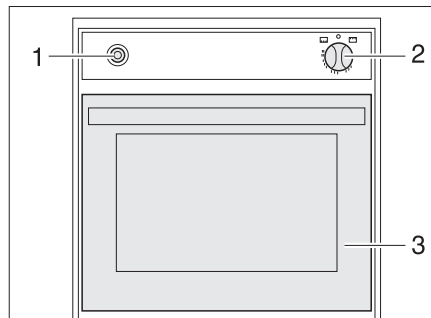

Fig. 216 Horno de gas (Spinflo)
- Abrir completamente la puerta del horno (Fig. 216,3).
- Presionar ligeramente el regulador giratorio (Fig. 216,2) y ponerlo en "🔥" (horno) o "GRILL" (grill).
- Presionar el regulador giratorio (Fig. 216,2) y mantenerlo presionado por 5 a 10 segundos. El gas fluye al quemador.
- Presionar el interruptor de encendido (Fig. 216,1) tantas veces como sean necesarias para que arda la llama.
- Girar el regulador giratorio (Fig. 216,2) a "O". La llama se apaga.